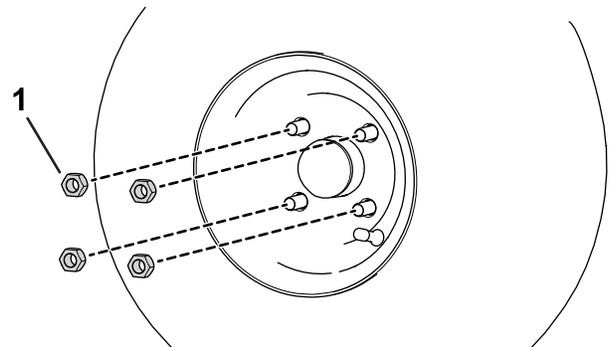

Bild 1
1. Lösen und entfernen Sie die vier Radmuttern (**Bild 1**), mit denen das Rad an der Radnabe befestigt ist.